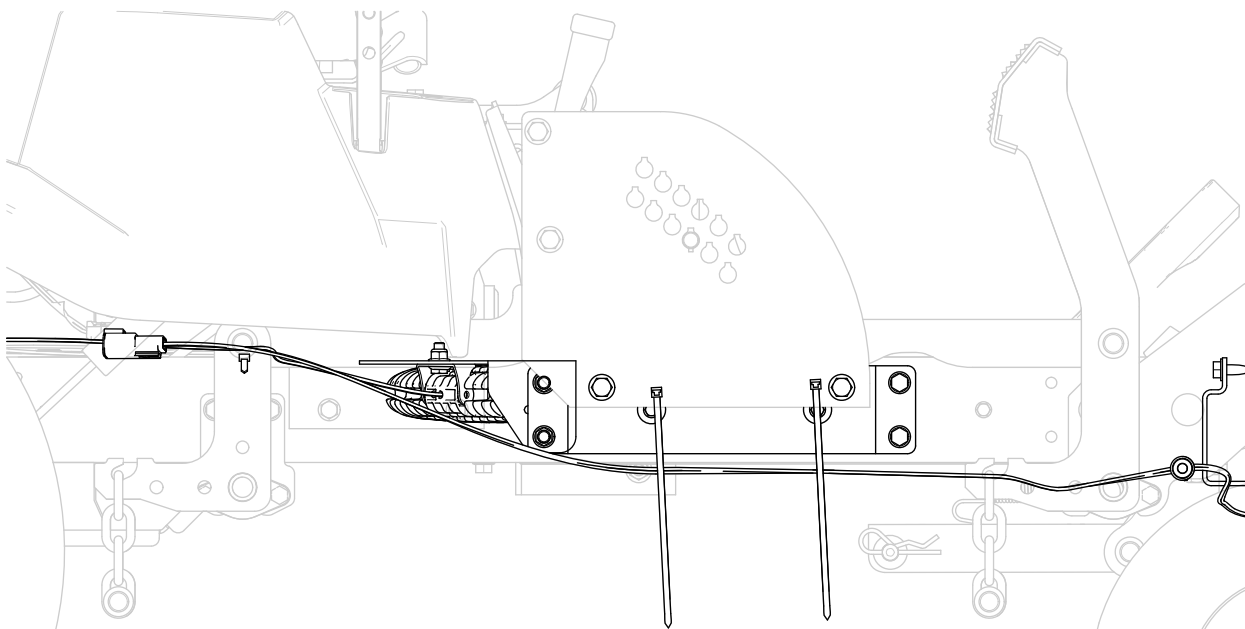

Figure 12
7. Continuez d'acheminer le faisceau le long du côté droit de la machine et attachez le faisceau à la plaque de levage avec 2 serre-câbles (Figure 12).